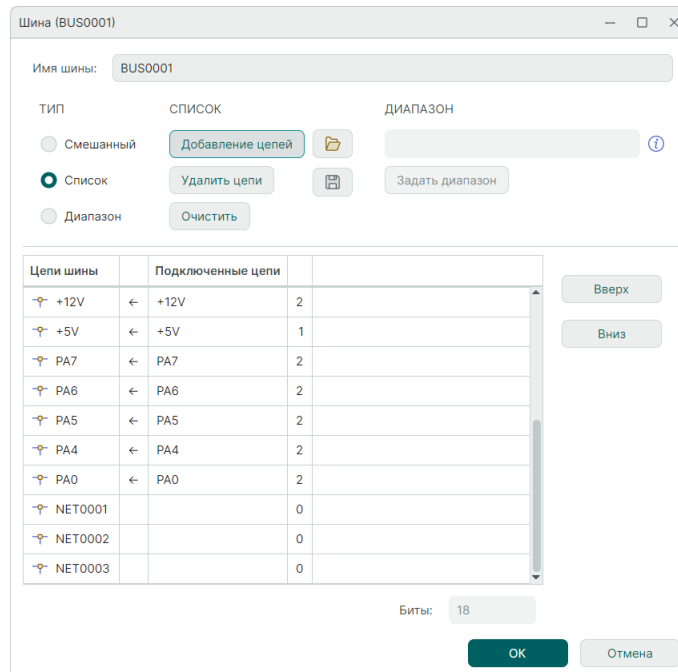

Рис. 172 Цепи, добавленные в шину через редактор списка цепей
5. Нажмите кнопку «ОК», тем самым подтверждая добавление цепей в список цепей, подключенных к шине. Добавленные цепи будут отображаться в списке цепей, подключенных к шине, в окне редактора списка цепей, см. Рис. 172.